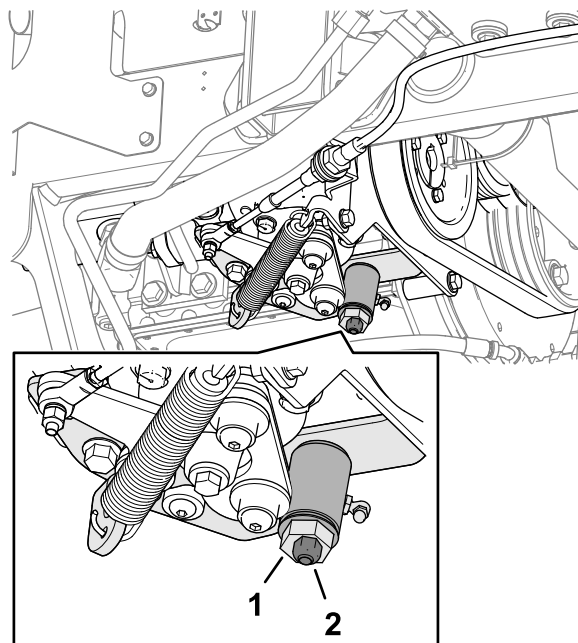

Figura 72
3. Slăbiți contrapiulița camei de reglare a traciunii (Figura 72).